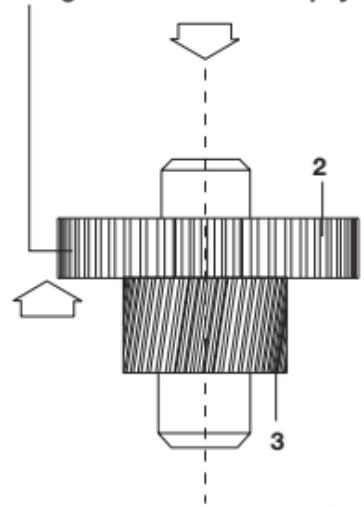

fig. 3
- 9) If you have to remove gear-wheels secured to the shaft with resistance, proceed as in fig.3. When installing the new gear-wheel, take care to fit it perfectly on the shaft to ensure it is correctly secured. Free the gears 2
- 9) Falls es erforderlich sein sollte, die Zahnräder auszubauen, die im Übermaß an der Welle angebracht worden sind. Dazu bitte entsprechend den Anleitungen in Abb.3 vorgehen. Während des Montagevorganges des neuen Zahnrades unbedingt darauf achten, dass dieses zentriert auf der Welle angebracht wird, um ein einwandfreies Einsetzen zu gewährleisten. Die Zahnräder 2 und 3 mit einer Buchse unter Zuhilfenahme einer Presse oder eines robusten Schraubstocks
- 9) Si fuese necesario desmontar las ruedas dentadas plantadas sobre el árbol con interferencia proceder como indicado en la fig. 3, poniendo atención durante la fase de montaje de la nueva rueda dentada para introducirla centrándola perfectamente sobre el árbol de modo de realizar una operación correcta.
- in fig. 3 avendo cura in fase di montaggio della nuova ruota dentata di inserirla centrando perfettamente sull'albero per ottenere un piantaggio corretto. Sbloccare gli ingranaggi 2 e 3 servendosi di una bussola con l'ausilio di una presa o di una morsa robusta e rimontare il nuovo ingranaggio usando lo stesso sistema all'inverso.
- comme indiqué en fig. 3; lors de la phase de montage de la nouvelle roue dentée, prendre garde à l'insérer en la centrant parfaitement sur l'arbre pour la planter correctement. Débloquer les engrangements 2 et 3 à l'aide d'une douille et d'une presse ou d'un étau solide, et remonter le nouvel engrenage en utilisant le même système en sens inverse.